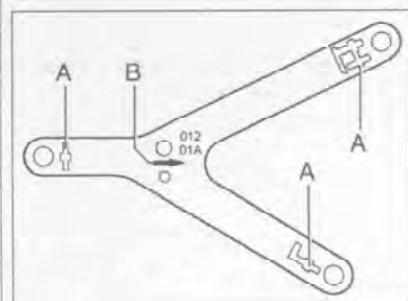

Рис. 7.38. Закрепите вертикальные элементы (А) согласно меткам на выверочной доске.
25. Закрепите вертикальные элементы (А) согласно меткам на выверочной доске (рис. 7.38). Для автомобилей с 6-цилиндровыми двигателями левый вертикальный элемент (А) закрепляется вне выверочной доски.